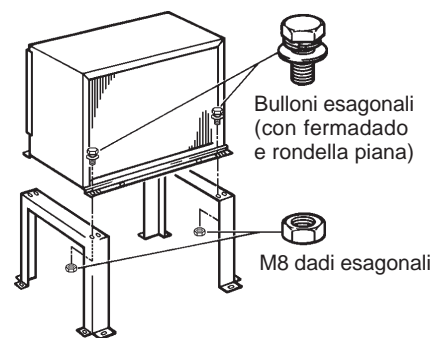

Fig. 6
- 1) Fissare le gambe al condensatore con otto bulloni esagonali M8 x 16 mm e dadi M8, come indicato nell'illustrazione. Ved. Fig. 6.